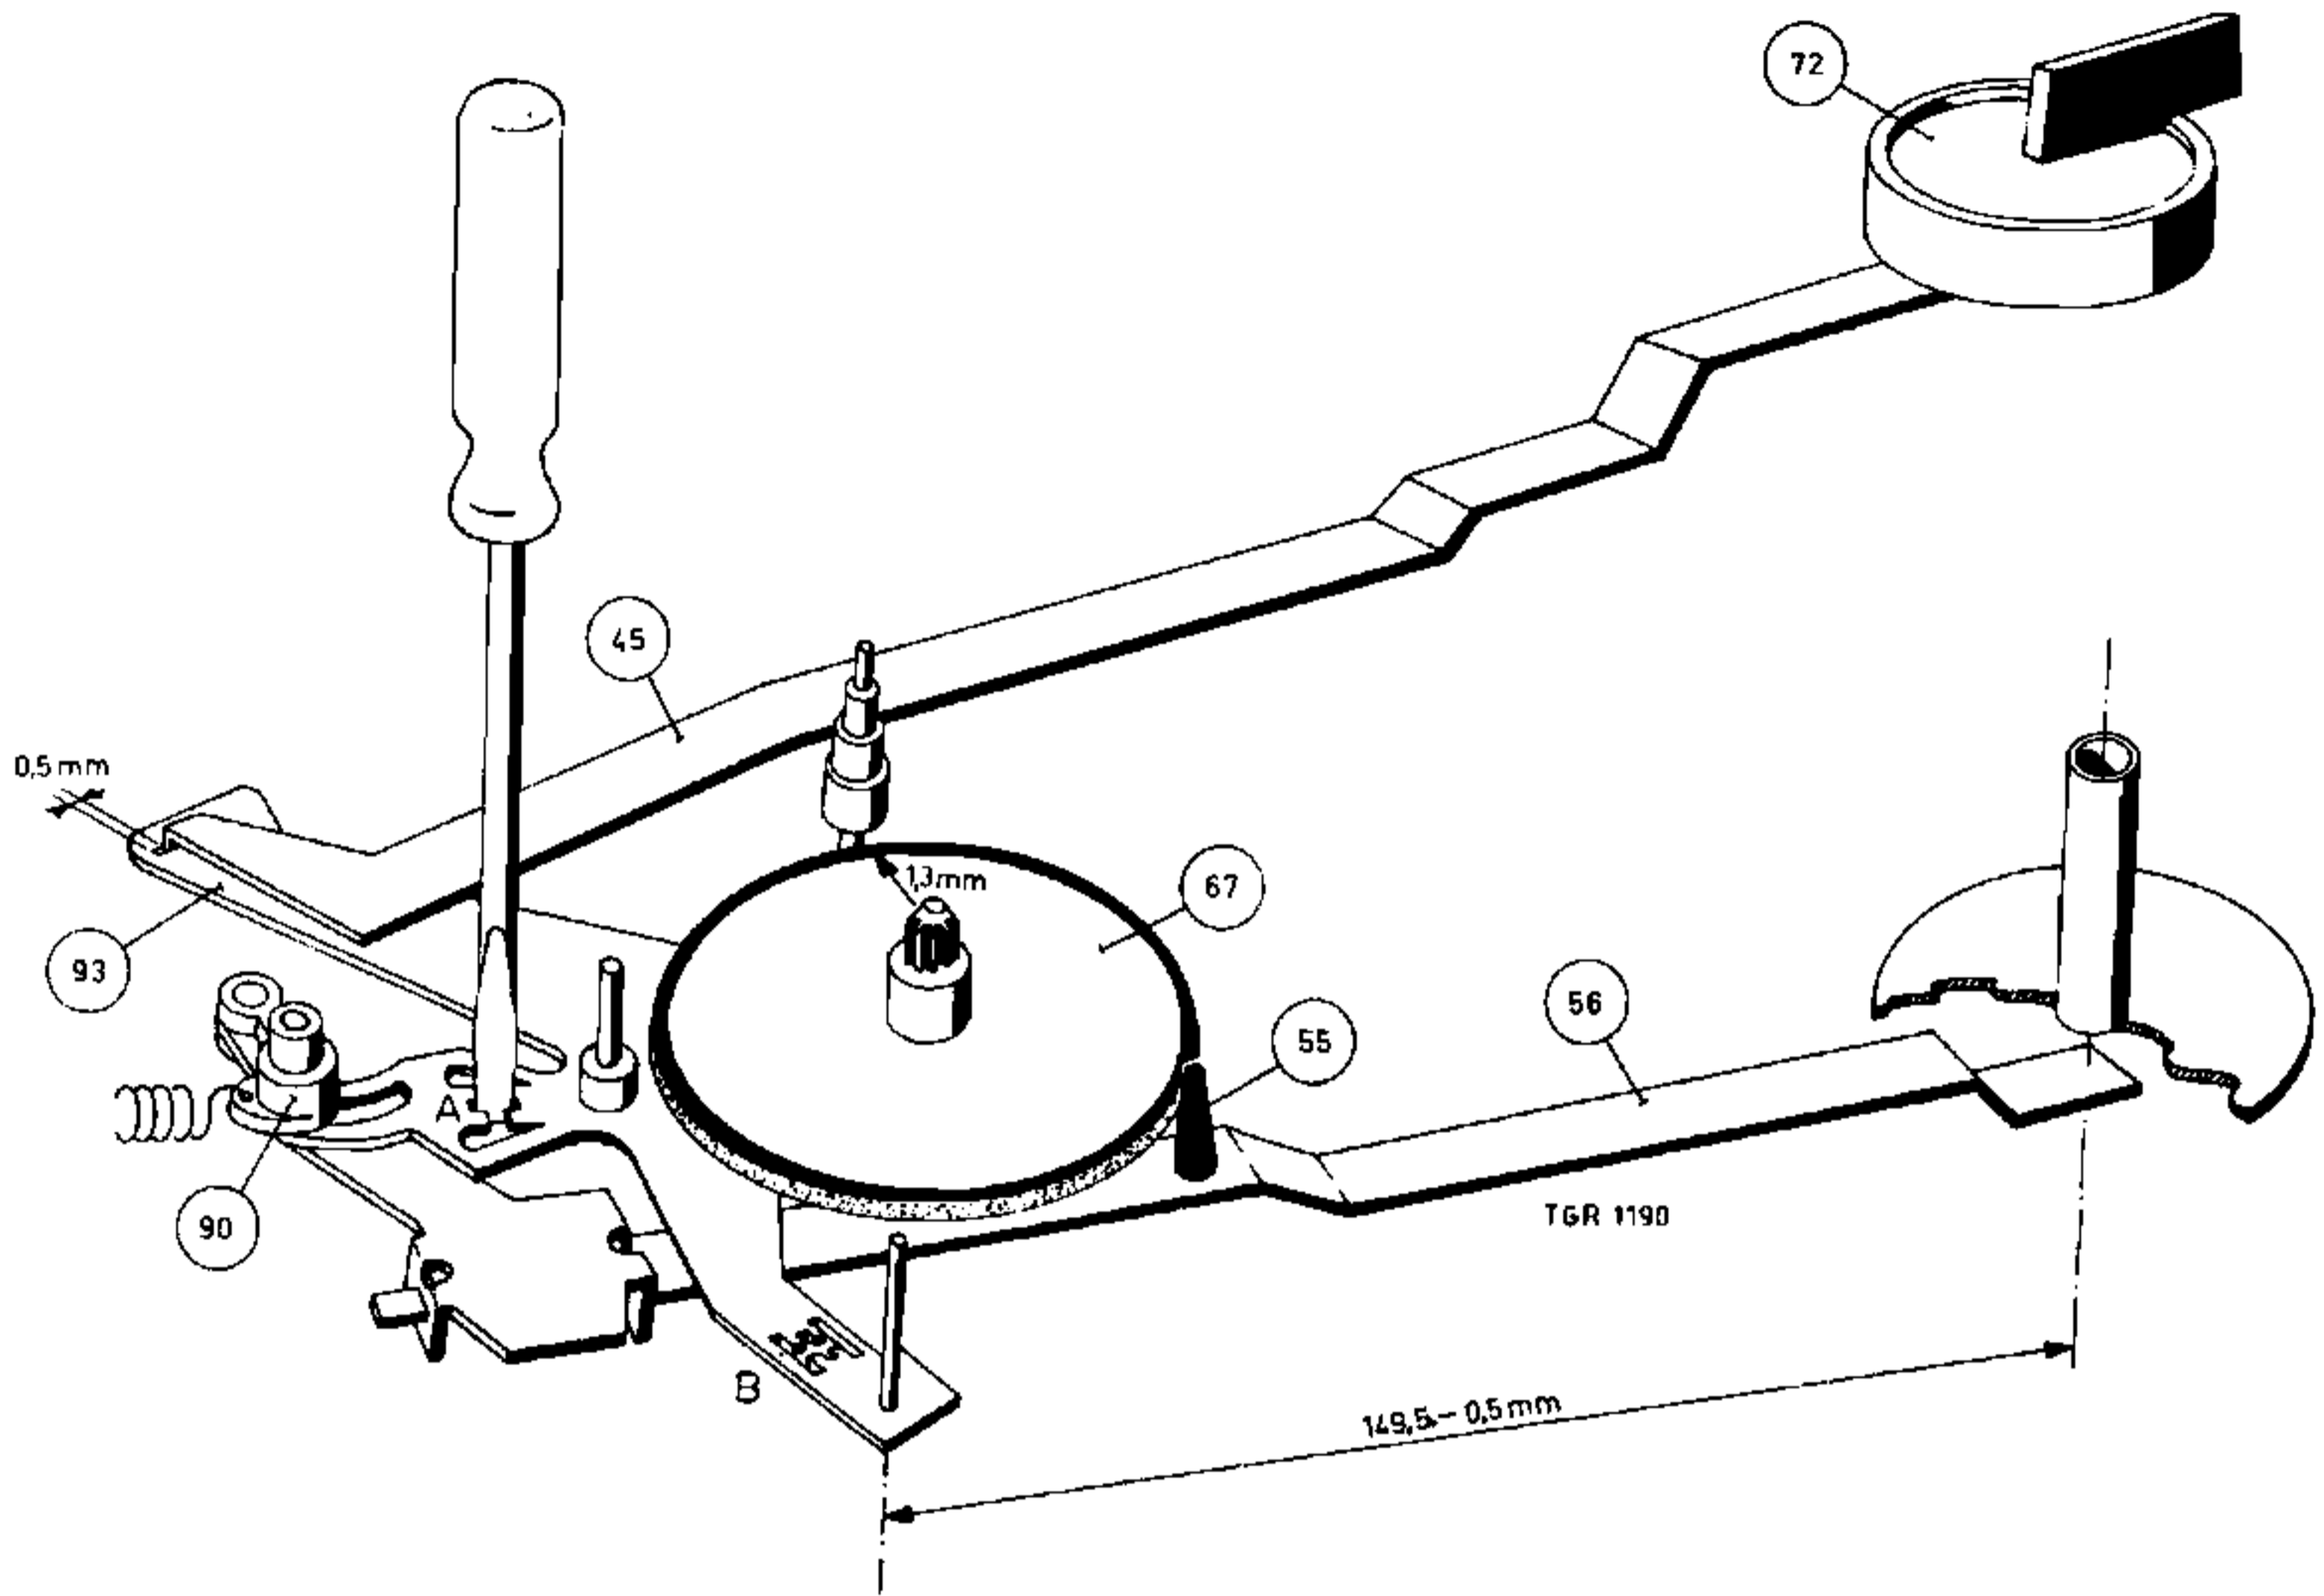

Fig. 8
In uitgeschakelde toestand van het apparaat moet de bedieningsbeugel pos. 45 0,5 mm vrij liggen in het slobgat van draaiplaat pos. 93 (zie fig. 8).
Bij het draaien van de bedieningsknop pos. 72 naar de positie "start" of "stop" moet het aandrijfwiel pos. 67 de motoras  $\pm 1,3$  mm naar rechts drukken (zie fig. 8).
Instellen met passende schroevendraaier in gat A van de draaiplaat pos. 93 (zie fig. 8).
Instellen met passende schroevendraaier in gat B van draaiplaat pos. 93 (zie fig. 8).